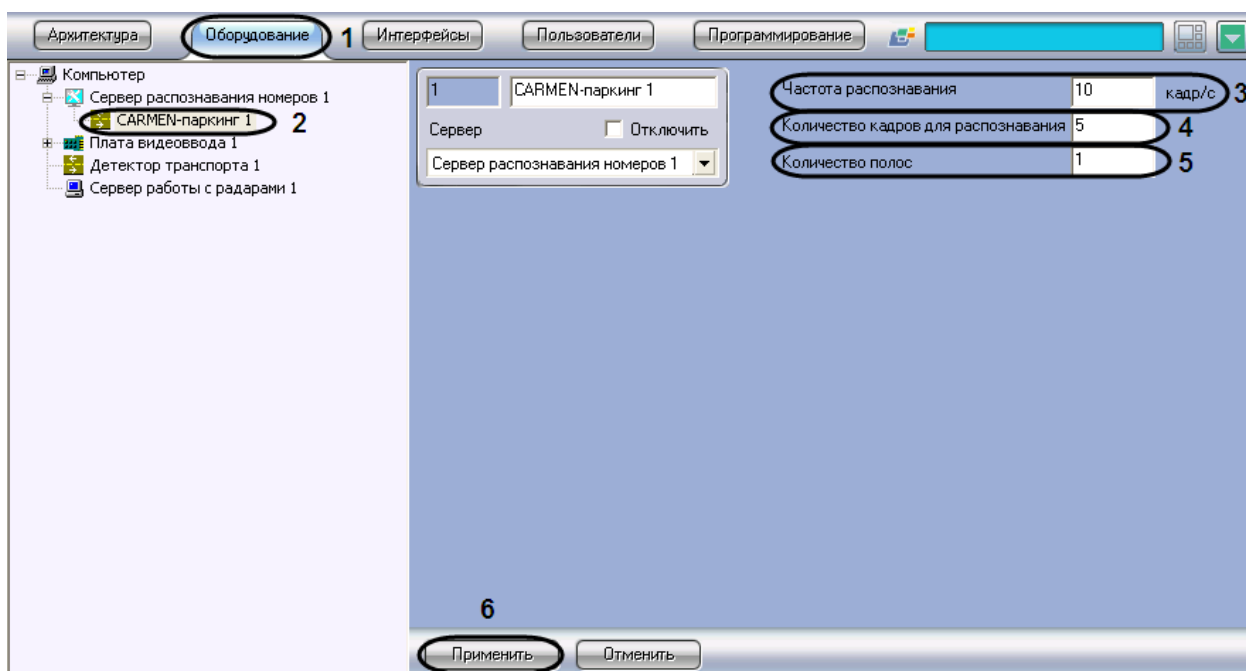

Рис. 7.2—5. Настройка программного модуля «CARMEN-паркинг»
3. В поле «Частота распознавания» ввести значение частоты распознавания кадра в секунду (см. Рис. 7.2—5, 3).
4. Ввести значение в поле «Количество кадров для распознавания» (см. Рис. 7.2—5, 4).